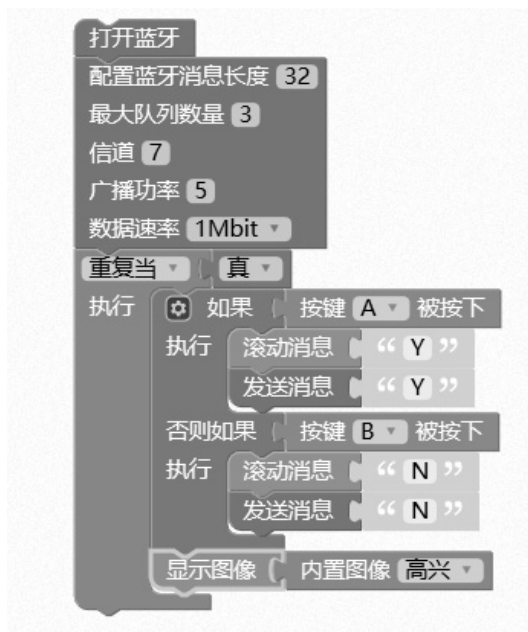

图 7-10 显示图像
⑥ 在循环体内最后加入显示“内置图像‘高兴’”，形成完整的程序，如图7-10所示。